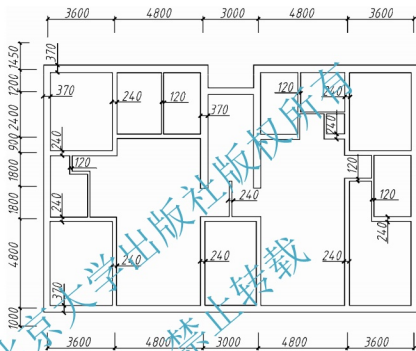

图 9-36 绘制墙线
(3) 绘制墙线。
① 墙线生成：分别使用【偏移】(O)命令，得到墙线。如图 9-36 所示，墙厚为 240、120 时，其轴线为墙厚中线；墙厚为 370 时，将轴线向外偏移 250 得到外墙，向内偏移 120 得到内墙。
② 修改墙线线型：将偏移得到的墙线由 Axis 图层变换到 Wall 图层。可以使用“对象特性管理器”修改一根墙线至 Wall 图层，然后利用特性匹配(格式刷)对其他墙线属性进行修改。
③ 倒墙角：利用【倒角】(Cha)命令和【修剪】(Tr)命令依次选择各墙线进行修改编辑，形成完整连续墙线。关闭了 Axis 图层后的图形如图 9-36 所示。